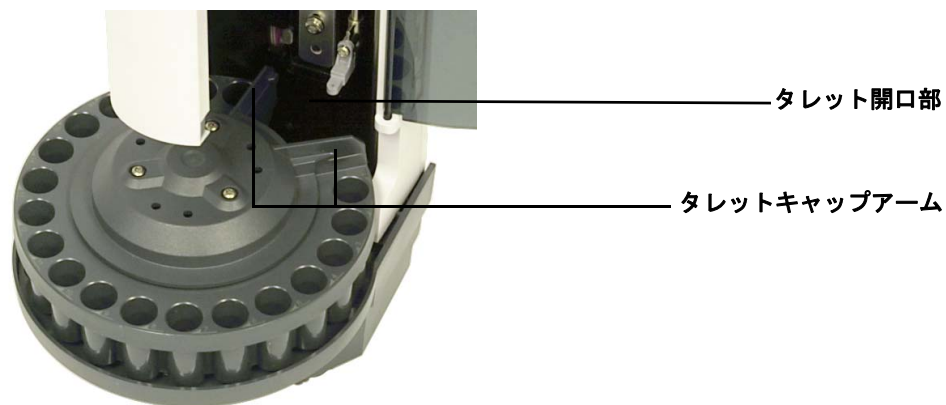

図 138 タレットキャップアームをタレット開口部に合わせる
- 11 タレットキャップを装着し直します。タレットキャップアームをタレット開口部に合わせて、タレットキャップを取り付けます (図 138)。